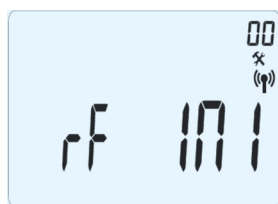

Fig. 20
- 1) pulsar y mantener accionado durante 5 segundos el pulsador de edición (▶). Aparecerá en pantalla el primer parámetro, como ilustrado en Fig. 20.